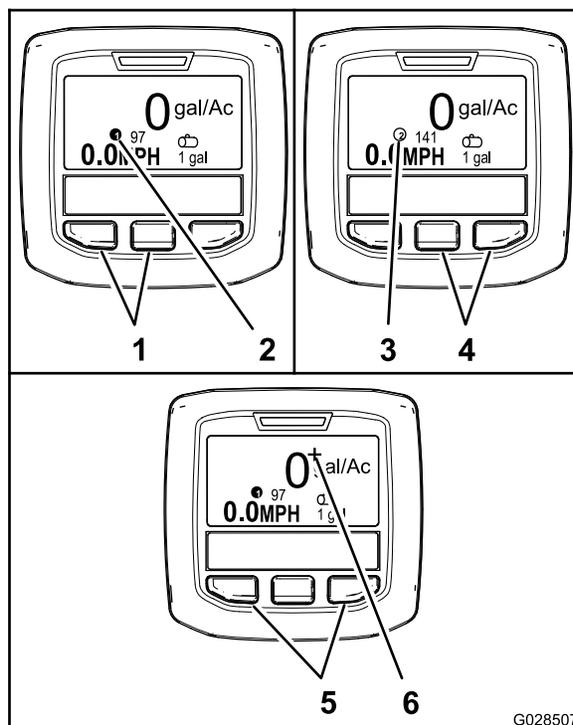

Рисунок 66
- Чтобы выбрать интенсивность опрыскивания 1, нажмите две левые кнопки на дисплее инфо-центра (Рисунок 66).
- Чтобы выбрать интенсивность опрыскивания 2 (норма расхода распыляемого материала), нажмите две правые кнопки (Рисунок 66).
- Для кратковременного увеличения расхода распыляемого материала нажмите и удерживайте нажатыми две крайние кнопки (Рисунок 66).